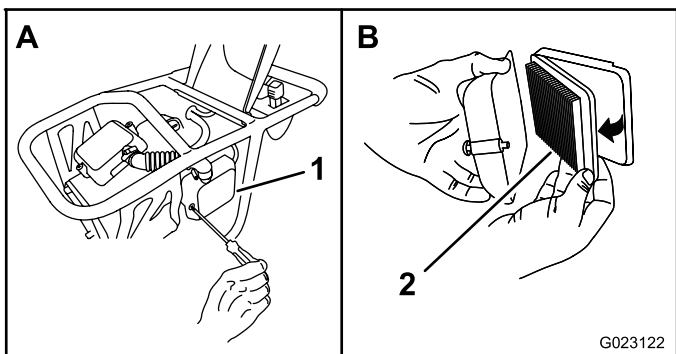

Figure 15
1. Enlevez les vis de fixation du couvercle au boîtier du filtre à air (Figure 15).
2. Déposez le filtre à air du boîtier comme montré à la Figure 15.